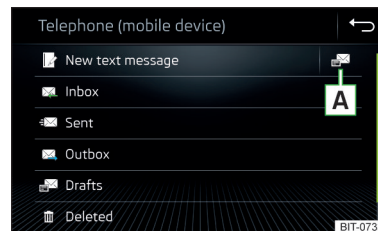

Fig. 208
- > În meniul principal *Telefon*, atingeți suprafața de comandă funcții ; se afișează un meniu pentru mesaje » fig. 208.
- » **fig. 208 la pagina 175.**